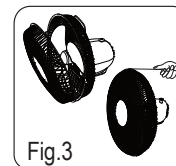

Fig.3
4. Open de klemmen op het voorste beschermrooster en plaats het voorste beschermrooster op het achterste beschermrooster (breng de borgschroef gaten in lijn) en sluit de klemmen. Draai de borgschroef en moer vast. (Afb. 3)